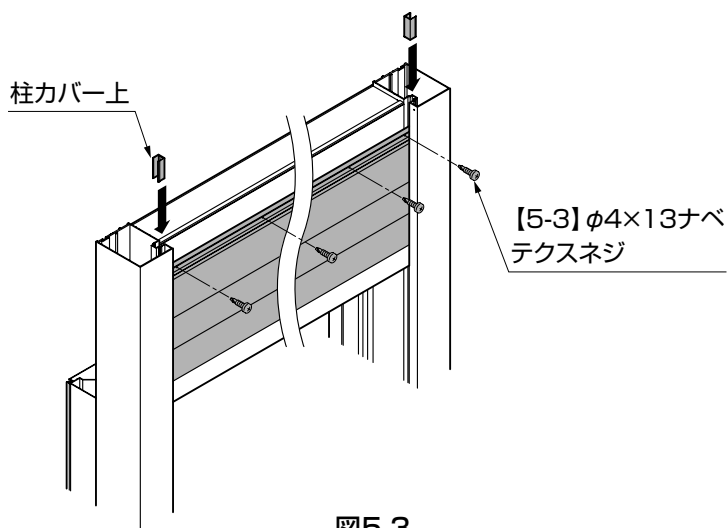

図5-3
②前面パネルを【5-3】で前面パネル上枠に固定してください。(図5-3参照)
③柱カバー上を柱の溝に入れてください。(図5-3参照)